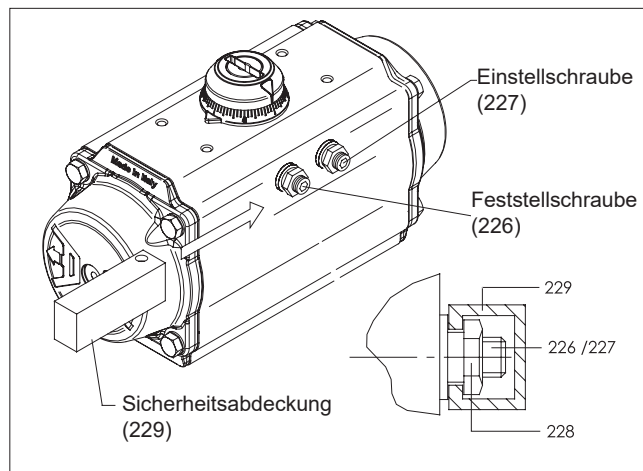

Abb. 22.
- A. Schieben Sie die Sicherheitsabdeckung (229) zwischen die Spezialmutter (228) und die Unterlegscheibe (03), wie in Abb. 22 gezeigt.
- B. Stecken Sie das Vorhängeschloss (230) in das Loch an der Sicherheitsabdeckung (229) und verschließen Sie es.
6. AUSKUPPELBARE NOTHANDBETÄTIGUNG (DO)